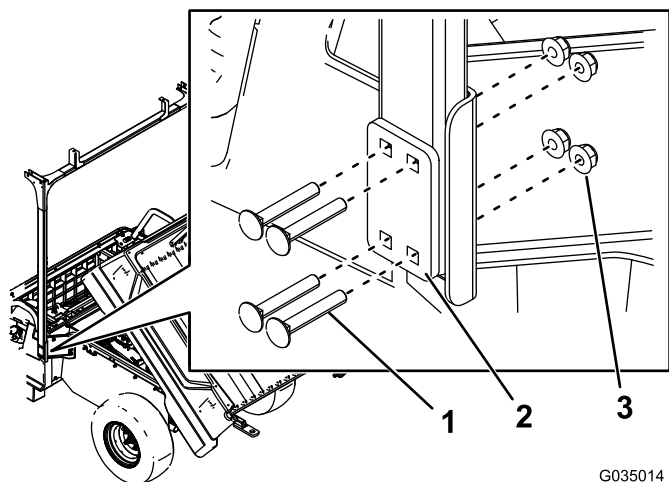

图7
6. 如图7所示, 用 8 个托架螺栓 (5/16 x 2 英寸)、2 个安装板和 8 个螺母 (5/16 英寸) 将后支撑管松松地安装到后环形支架上。